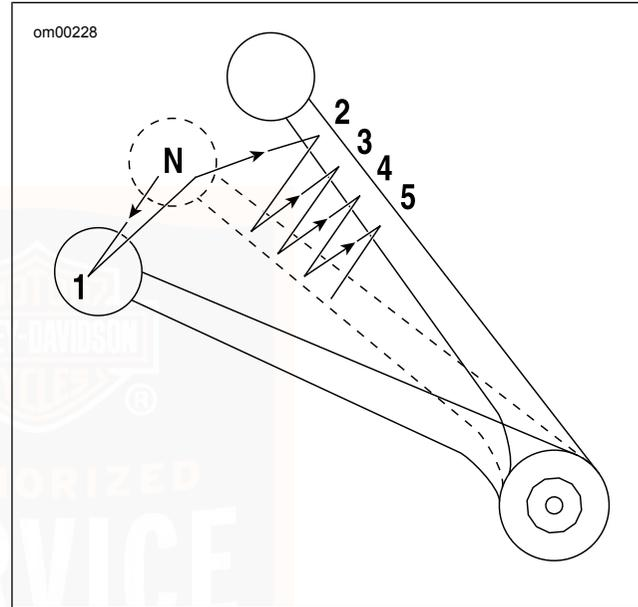

Abbildung 21. Gangschalthebel (hochschalten): VRSC-Modelle
1. Siehe Abbildung 21. Die Drosselklappe schließen.